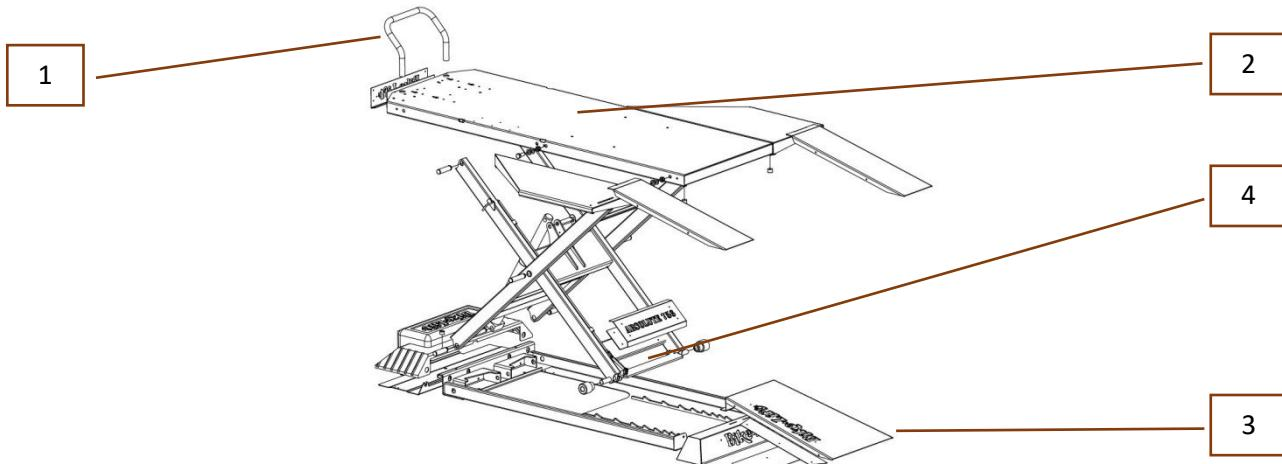

Figura 6 –modello generale di sollevatore
Prima di installare il veicolo al di sopra della pedana è fondamentale mettere il fermaruota (Figura 6, [1]), controllare che il piano di lavoro (Figura 6, [2]) sia **completamente abbassato** e che la rampa di salita (Figura 6, [3]) sia correttamente posizionata.
Raggiunta l'altezza di lavoro, far scendere leggermente il sollevatore in modo da assicurarsi che la barra di sicurezza (Figura 6, [4]) sia appoggiata ai blocchi di fermo; in caso contrario continuare l'azione di salita fino a che la barra non superi i blocchi di fermo posti alla base del sollevatore per la quota di lavoro prescelta;
- 3- Agire sulla pompa per alzare di circa 3 cm il sollevatore, quindi disinserire la barra di sicurezza (Figura 6, [4]) tramite l'apposita leva posta lateralmente. Azionare il comando discesa;